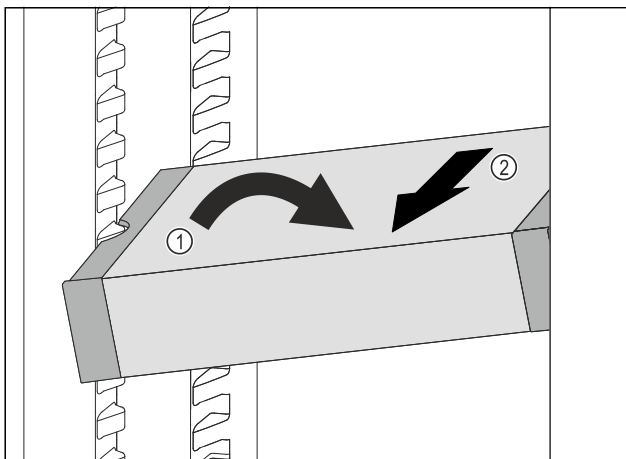

Fig. 90
- ▶ Coloque el VarioSafe en el compartimento del frigorífico en posición oblicua. Fig. 90 (1)
- ▶ Extraiga el VarioSafe hacia delante. Fig. 90 (2)